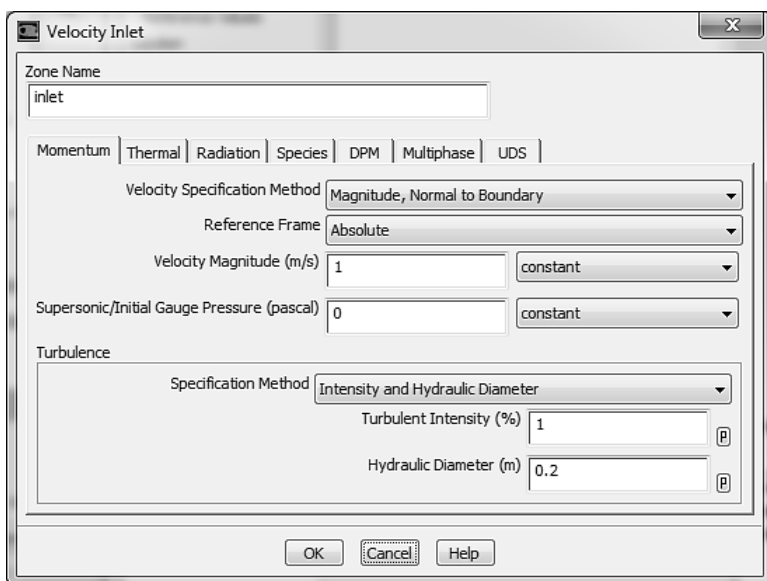

Рис. 2.15
- 1) Задаем условия на входной границе: Problem Setup→Boundary Conditions→Zone (Inlet)→Edit, как показано на рис. 2.15. Задание скорости на входе 1 м/сек обеспечивает $Re=10000$.